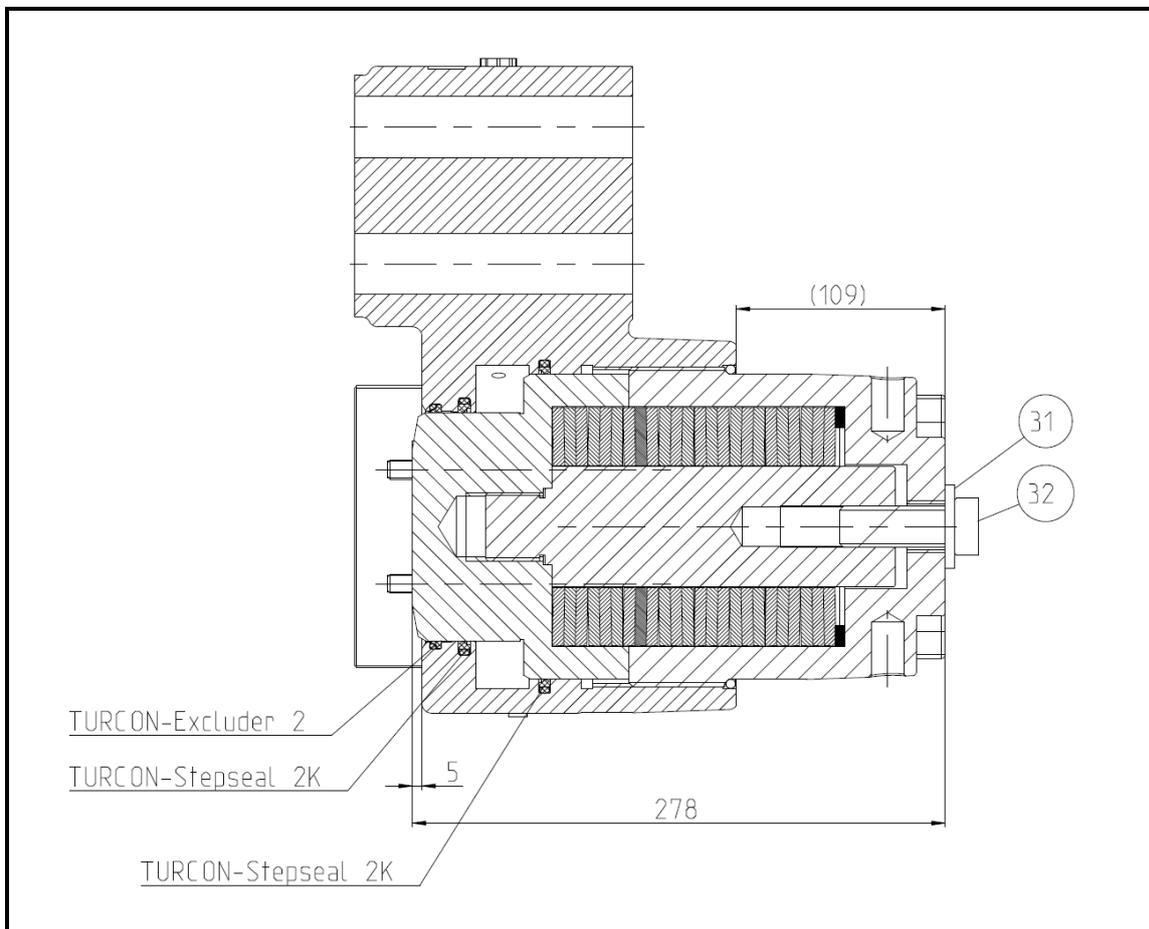
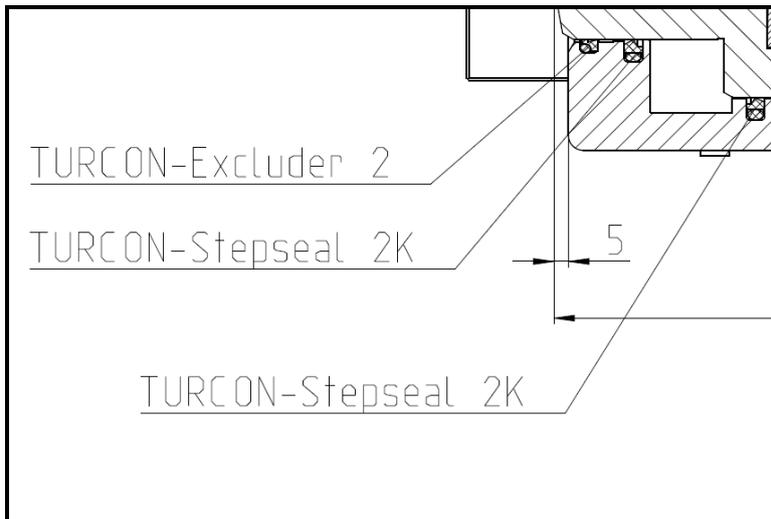

Bild. 11.2
Bild. 11.3
- Entfernen Sie den Turcon-Excluder 2 Pos. 5, anschließend den Turcon-Stepseal 2K Pos. 4 und Pos. 28 Turcon-Stepseal 2K RSK301600-T46N aus dem Bremsgehäuse Pos. 2. Setzen Sie die neue Dichtung in das Bremsgehäuse ein. Achten Sie hier auf die richtige Einbaulage der Dichtung siehe Bild 11.3. Der Einbau sollte nur mit der Hand erfolgen, damit die Dichtkante nicht beschädigt wird. Für den leichteren Einbau kann die Dichtung in eine Nierenform gebogen und in die Nut gelegt werden. Ölen Sie die Dichtung leicht ein. Drücken Sie den Kolben mit einer Presse oder treiben Sie ihn durch Schläge mit einem Kunststoffhammer zentrisch in die Zylinderbohrung bis zum Anschlag ein. Anschließend montieren Sie wieder Tellerfedern, Passscheiben und Federaufnahme. Bei der Montage beachten Sie das Maß 278 nach Bild 11.2. Danach geben Sie Öldruck auf das Bremsattel und sichern die geöffnete Stellung mit der Sicherungsschraube Pos. 32.